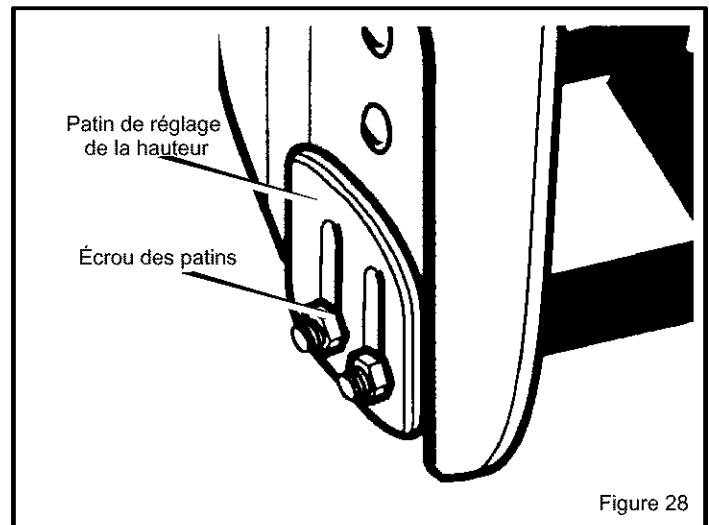

Figure 28
2. Desserrer les écrous du patin (Figure 28) et descendre le patin jusqu'à ce qu'il touche le sol. Resserrer les écrous.